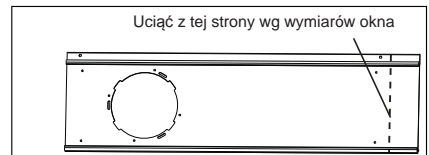

Rys. 12
1. Uciąć uszczelnienia piankowe (przylepne) na odpowiednią długość i przykleić je do okna i parapetu (rys. 12).